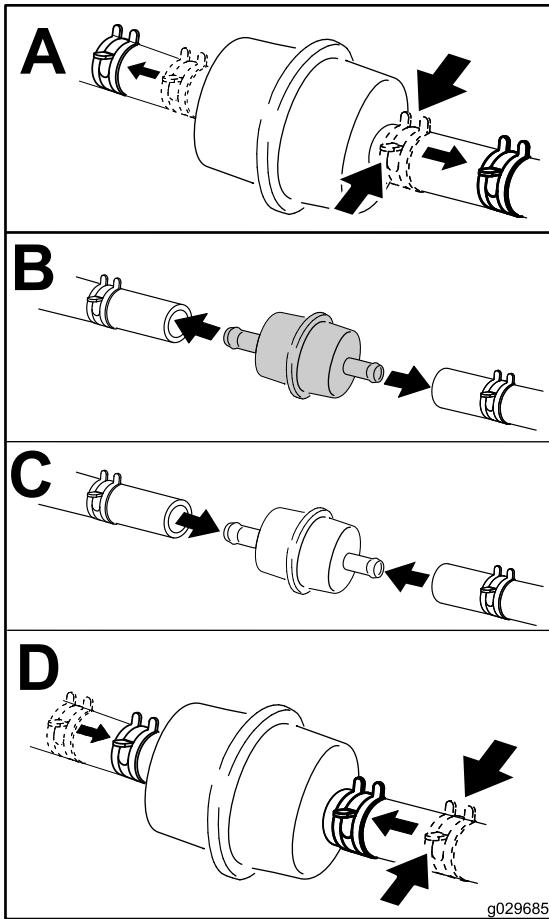

Figura 43
5. Cambie el filtro de combustible (Figura 43).